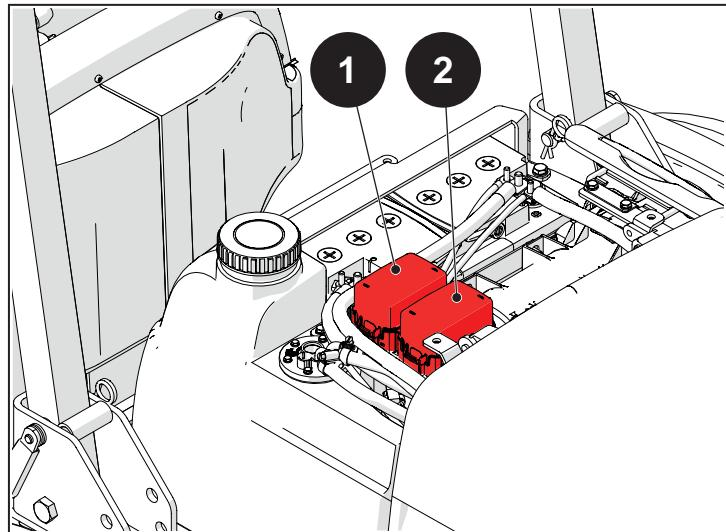

Fig. 6.34
Fonctions de la boîte à fusibles (1), figure 6.34:
Fonctions de la boîte à fusibles (2), figure 6.34: